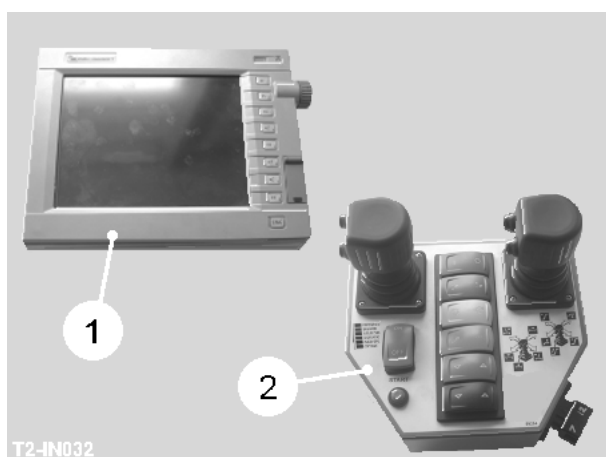
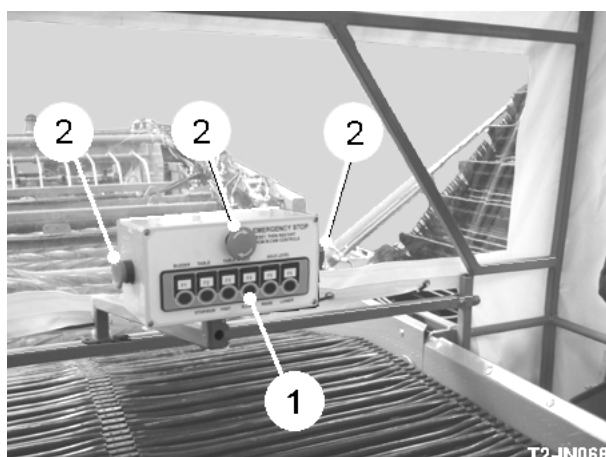

Fig 33
Fig 34
Le contrôle de tout le fonctionnement fonctionne du T2 est à travers le système du contrôle du Pouvoir-autobus. Les contrôles de dans-taxi sont couverts en phase terminale (item 1, fig 33) par le service du toucher-écran et la boîte de l'esclave (item 2, fig 33). La boîte de l'esclave couvre tout l'élément essentiel a changé des fonctions utilisées dans l'opération normale et ceux-ci sont aussi répétés en phase terminale sur le service. La fonction fondamentale du terminal du service de l'écran du toucher est autoriser etc. l'accès facile à toutes les fonctions variables tel que vitesses et autoriser tout le fonctionnement fonctionne pour être dirigé sur l'écran. Mettre et diriger peut être emporté en suivant les directives dans le 'Système du Contrôle' section, ou comme montré sur l'écran de l'exposition. Sur les machines habitées, une boîte du contrôle supplémentaire (item 1, fig 34) est allée au-dessus de la table de la cueillette qui permet aux cueilleurs d'ajuster etc. la vitesse du tissu de la cueillette et niveau de l'essieu
Quand a activé, les boutons de l'arrêt de l'urgence manuels (item 2, fig 34) ont arrêté des promenades tout hydrauliques et des contrôles électriques en désactivant le module du contrôle de la machine et affichant le 'Début de la Presse' écran sur le service en phase terminale. Le service restes terminaux vivant mais n'opérera pas toute fonction.